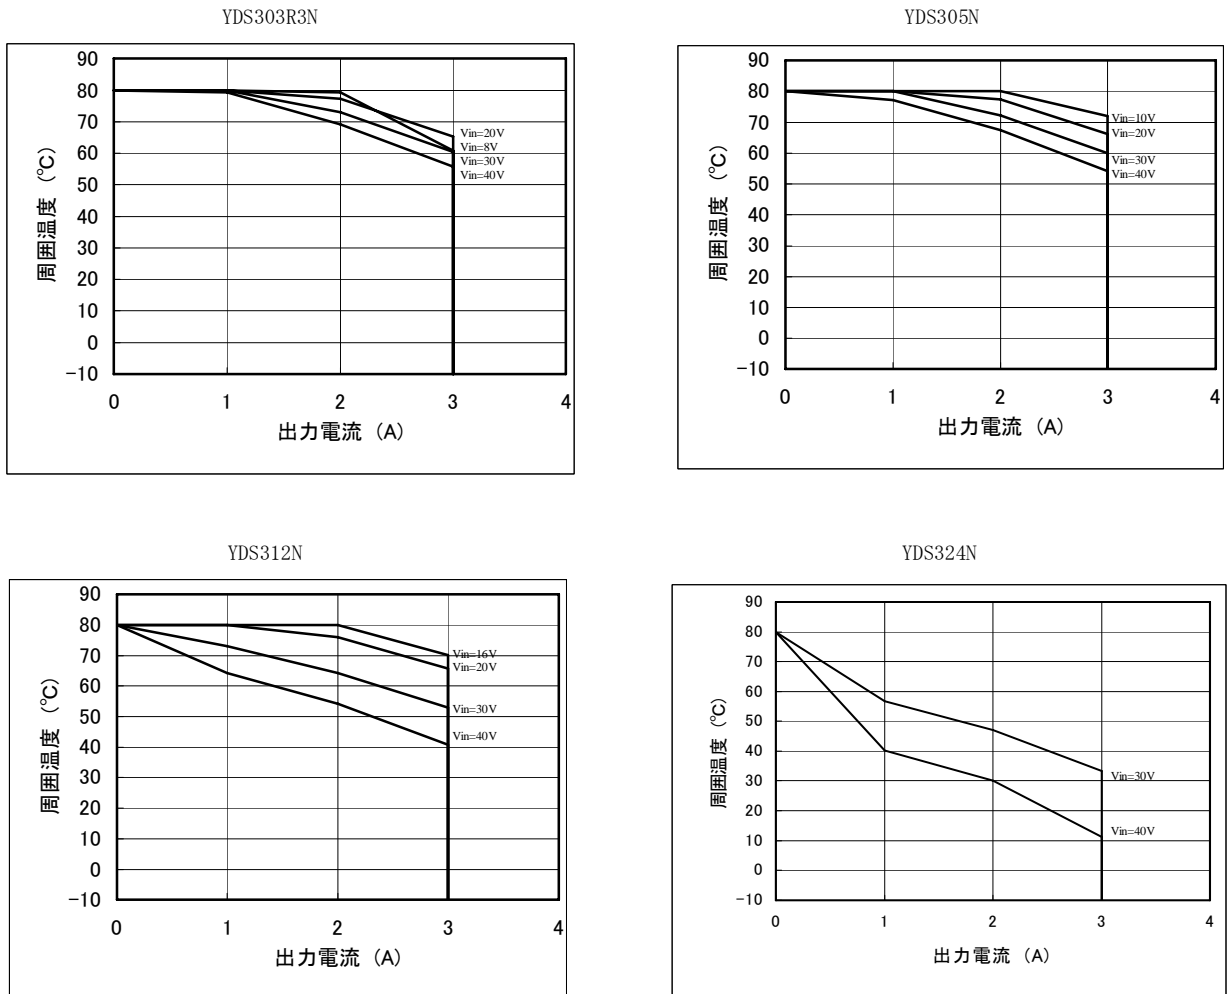

図5. 出力電流 Vs 周囲温度
YDS300Nシリーズの最高周囲温度は入力電圧、出力電流により変換効率が変動し、内部ロスが変化するため、図5のグラフまたは内部ロス曲線、効率曲線から決定します。
- c). 図5の「出力電流 Vs 周囲温度」グラフからb)の条件における最高周囲温度が決定されます。